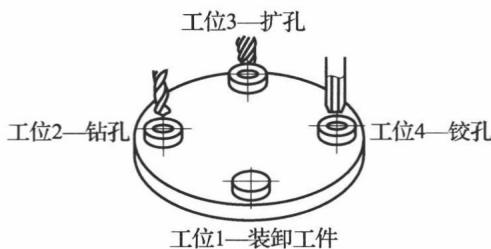

图 1-4 在回转工作台上加工孔
- 工位：在一次安装后，工件在机床上所占据的每一个位置上。例如，在图 1-4 所示的旋转工作台上，有四个工位，分别进行装卸、钻孔、扩孔、铰孔等操作。